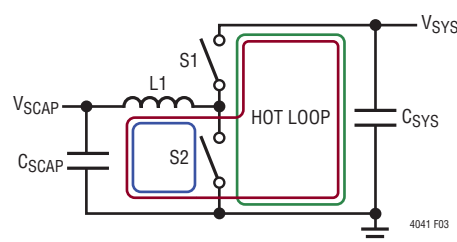

図3. LTC4041 スwitchング・コンバータのホットループの説明図
1. コンバータが降圧モードと昇圧モードの両方で動作できる場合でも、高周波スイッチング電流を含むホット・ループは1つだけです。図3の簡略図を使用して、LTC4041スイッチング・コンバータでのホット・ループについて説明することができます。スイッチS2(NMOS)が閉じている場合、電流は青のループをたどり、スイッチS1(PMOS)が閉じている場合は赤のループをたどります。したがって、コンデンサCSCAPを流れる電流が連続的であるのに対して、CSYSを流れる電流は不連続であり、緑のループで示すように、VSYSピンとGNDの間にホット・ループを形成していることは明白です。EMIの大きさはこのループの面積に正比例するので、VSYSのコンデンサは、他の何よりも最優先で、VSYSピンにできるだけ近づけて配置し、コンデンサのグラウンド側は多数のビアを介してグラウンド・プレーンに戻します。